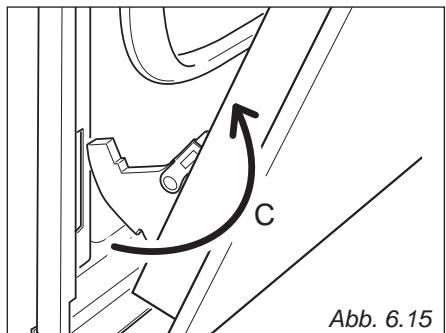

Abb. 6.15
- Das Bajonett der Scharniere ebenfalls aus dem Sitz nehmen (Abb. 6.15).